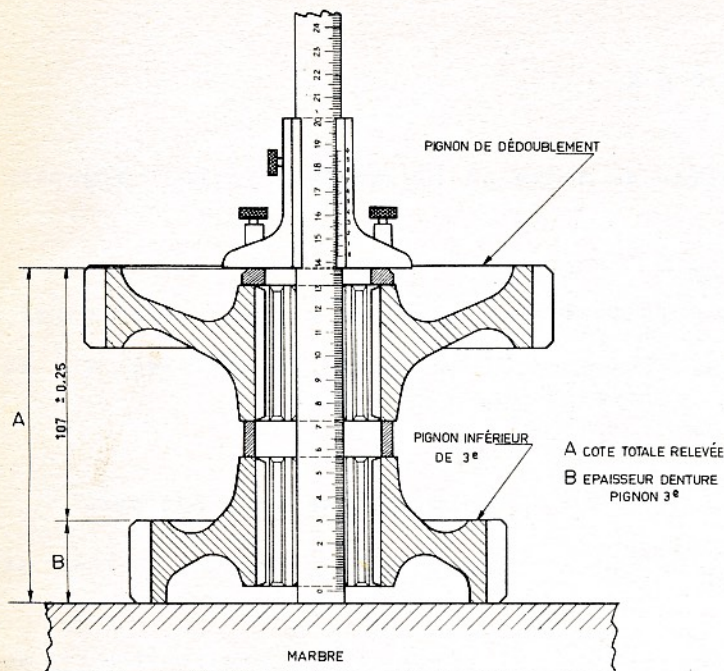

Fig. 13
* Déterminer l'épaisseur de la rondelle de réglage fig. 13.